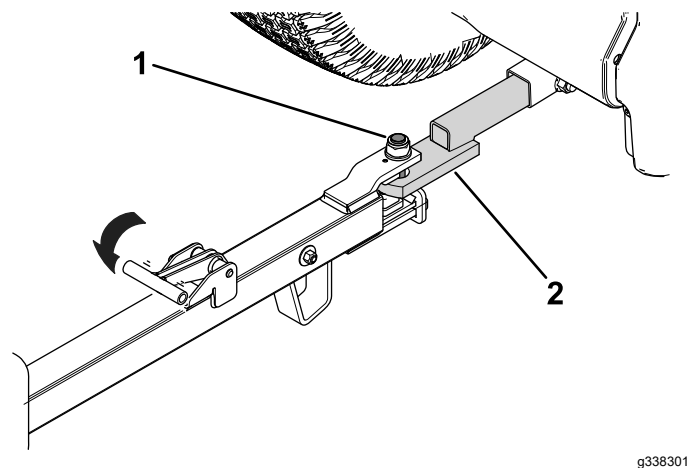

Рисунок 27
2. Совместите штифт дышла со сцепным устройством буксирного автомобиля (Рисунок 27).
3. Отпустите ручку дышла (Рисунок 27), чтобы прицеп к сцепному устройству буксирного автомобиля.